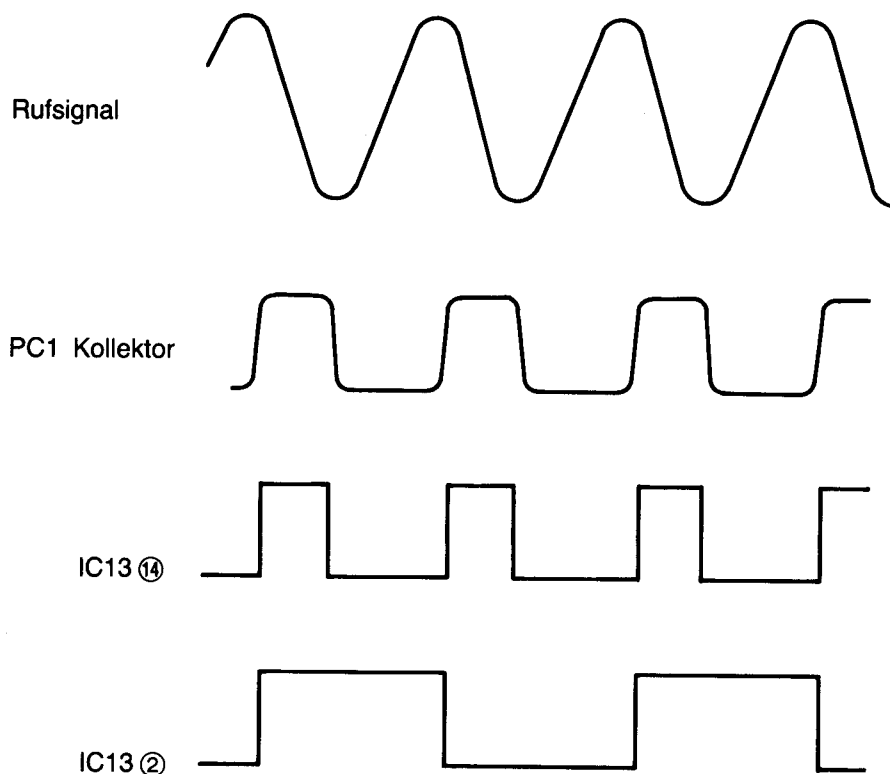

Abb. 25
Daher ist der Ausgang an Stift ② eine Rechteckwelle mit halber Frequenz der Wellenform von PC1 (siehe Abb. 25). Dieses Signal mit doppelter Periode wird an den Eingang von IC1 [Stift ⑬ (LCS/Bell)] gesendet.